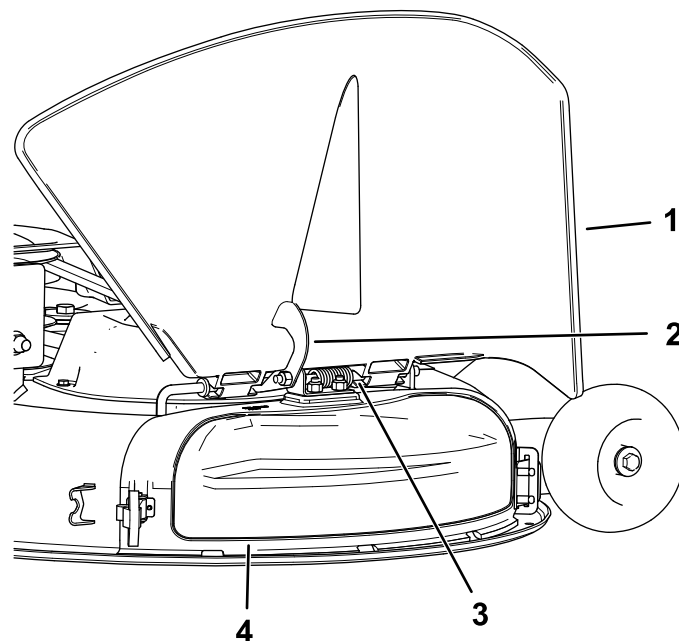

Bild 15
4. Lösen Sie den hakenförmigen Riegel oben an der Auswurfkanalabdeckung von der Gelenkstange (Bild 15).
5. Haken Sie oben an der Auswurfkanalabdeckung den hakenförmigen Riegel um die Gelenkstange des Ablenklechs (Bild 15).